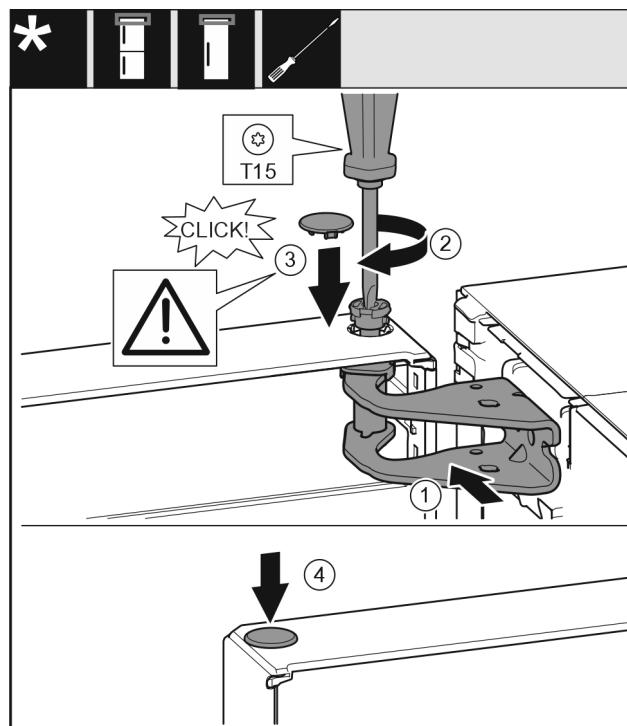

Fig. 23
- ▶ Niveloni derën lart në bazamentin mbështetës për hapjen e saj. Fig. 23 (1)
- ▶ Futni bulonin Fig. 23 (2) dhe mbërthejeni me një kaçavidë.
- ▶ Montoni kapakun mbulues të siguresës Fig. 23 (3) për sigurimin e derës: Vendosni kapakun mbulues të siguresës dhe kontrolloni nëse ai puthitet te dera. Nëse jo, futeni bulonin plotësisht.
- ▶ Vendosni tapën Fig. 23 (4) në vend.